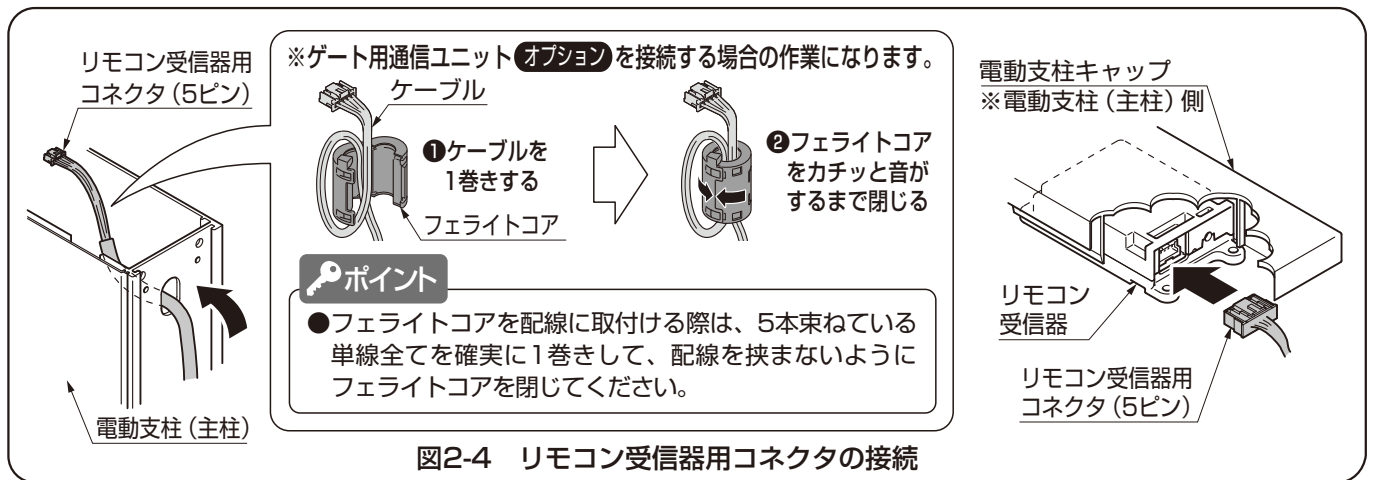

図2-4 リモコン受信器用コネクタの接続
- ④機器接続配線のリモコン受信器用コネクタ (5ピン) を電動支柱 (支柱) 上部の長穴に通し、リモコン受信器に接続してください。ゲート用通信ユニット **オプション** を使用する場合、フェライトコアを配線に取付けてから機器接続配線のリモコン受信器用コネクタ (5ピン) をリモコン受信器に接続してください。(図2-4参照)